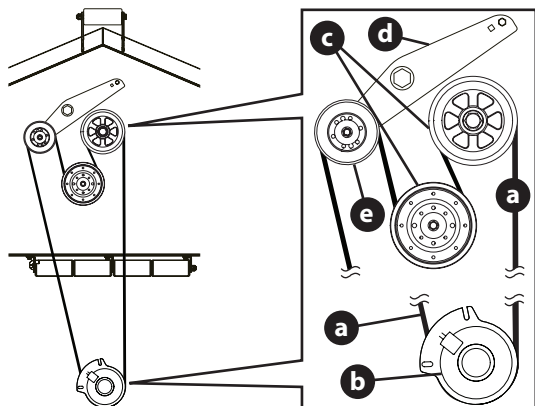

Fig. 38
1. Retirez la courroie de la prise de force (a) du plateau de coupe en suivant les instructions des ÉTAPES 1 à 3 de la section Retrait du plateau de coupe, puis retirez-la d'autour de l'embrayage de la prise de force (b) (Fig. 38).
2. Acheminement de la courroie de PDF (a) (Fig. 38).
3. Après avoir acheminé la courroie autour de la poulie de PDF (c), utilisez une clé de 1/2 po (12.7 mm) dans le support de la poulie de tension (d) et tournez vers la droite de la tondeuse pour terminer l'acheminement de la courroie autour de la poulie de tension (e) (Fig. 38).